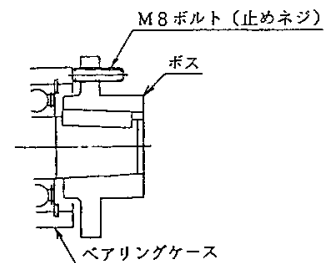

図 9-6
- ・ ボルト、あるいは六角穴付き止めネジを均等に締め込んでポスを主軸より取り外してください。(図 9-6)